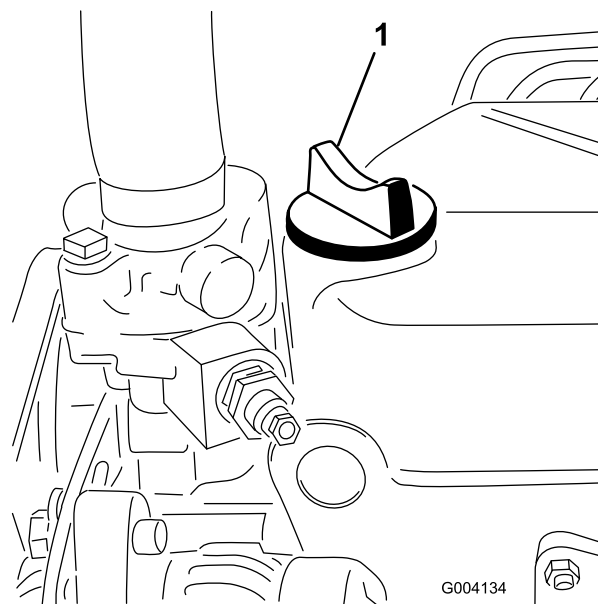

Figure 31
5. Si le niveau n'atteint pas le repère du plein, enlevez le bouchon de remplissage (Figure 31) et faites l'appoint jusqu'à ce que le niveau correct soit atteint.